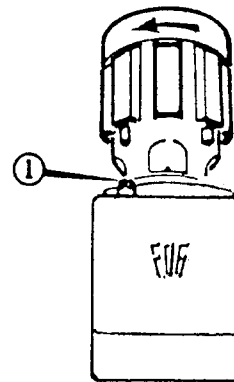

Fig. 25
- Vérifier le sens de rotation du moteur (fig.25).
- 1 - Faire le plein d'huile par l'orifice 1 (fig.25), le bouchon-jauge est spécial pour la mise à l'air libre.